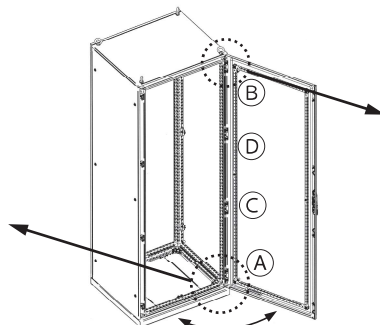

図 11
①下部、②上部、③中央下部、④中央上部の順で行ってください。(図 11)